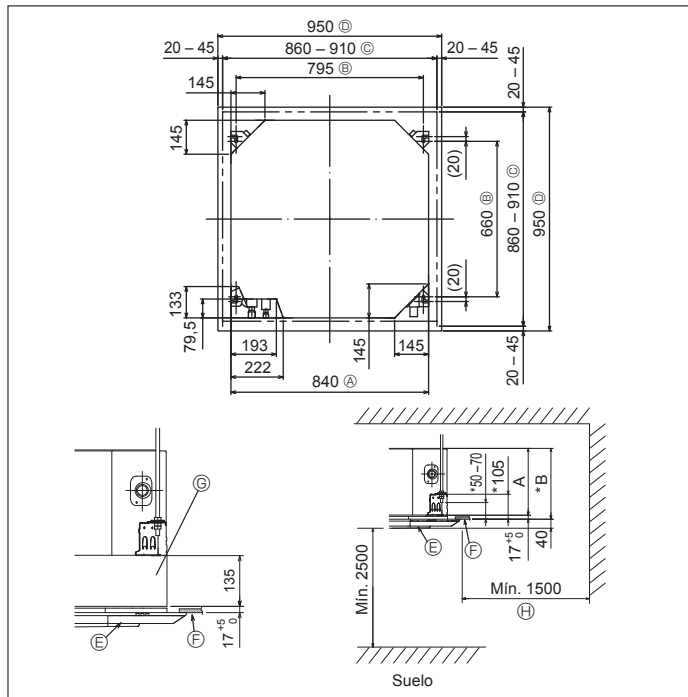

Fig. 3-2
④	Abrazadera (grande)	8
⑤	Abrazadera (pequeña)	1
⑥	Tubo de desagüe	1
⑦	Aislante	1
3.2. Apertura del techo y ubicación de los tornillos de suspensión (Fig. 3-2)
* Las dimensiones de la apertura del techo pueden ajustarse dentro de los valores indicados en la Fig. 3-2; centre la unidad principal en la apertura asegurándose de que los lados opuestos respectivos alrededor de la apertura sean idénticos.